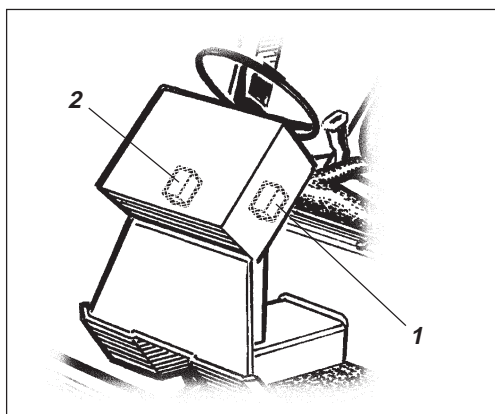
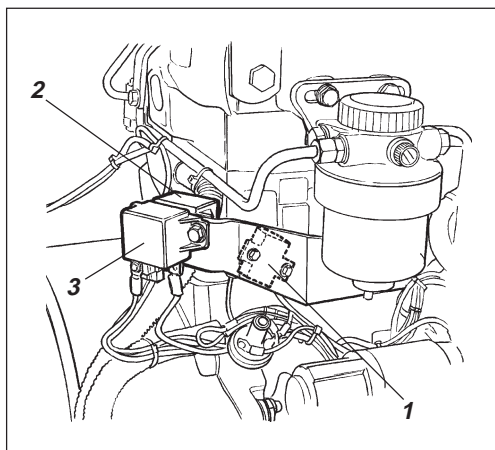

Fig. 31 Coluna da direcção
Fig. 32 Compartimento do motor
O sistema eléctrico de comando e monitorização está protegido por 2 fusíveis, 15A (1), fig. 31, e 30A (1), ver fig.32 abaixo.